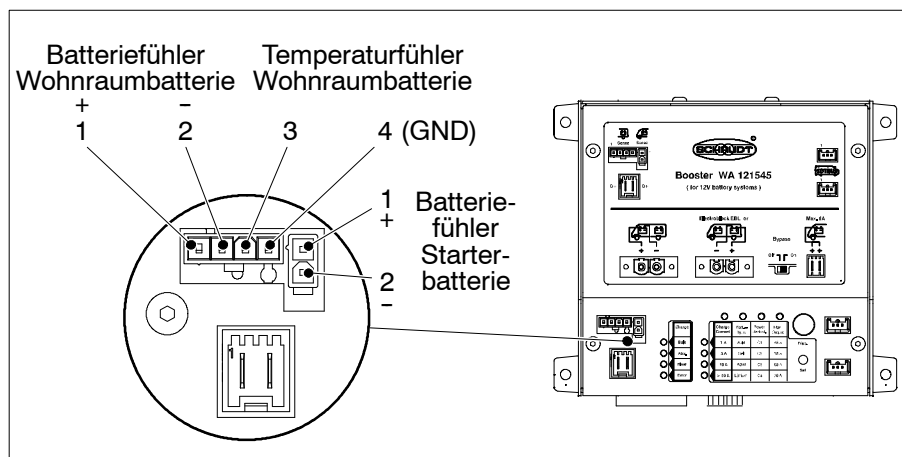

Bild 10 Temperaturfühler: Anschluss
- ▶ Stecker am Booster einstecken (Bild 10, Pos 1).
- Batteriefühlerleitungen am Booster gemäß Bild 10 anschließen.